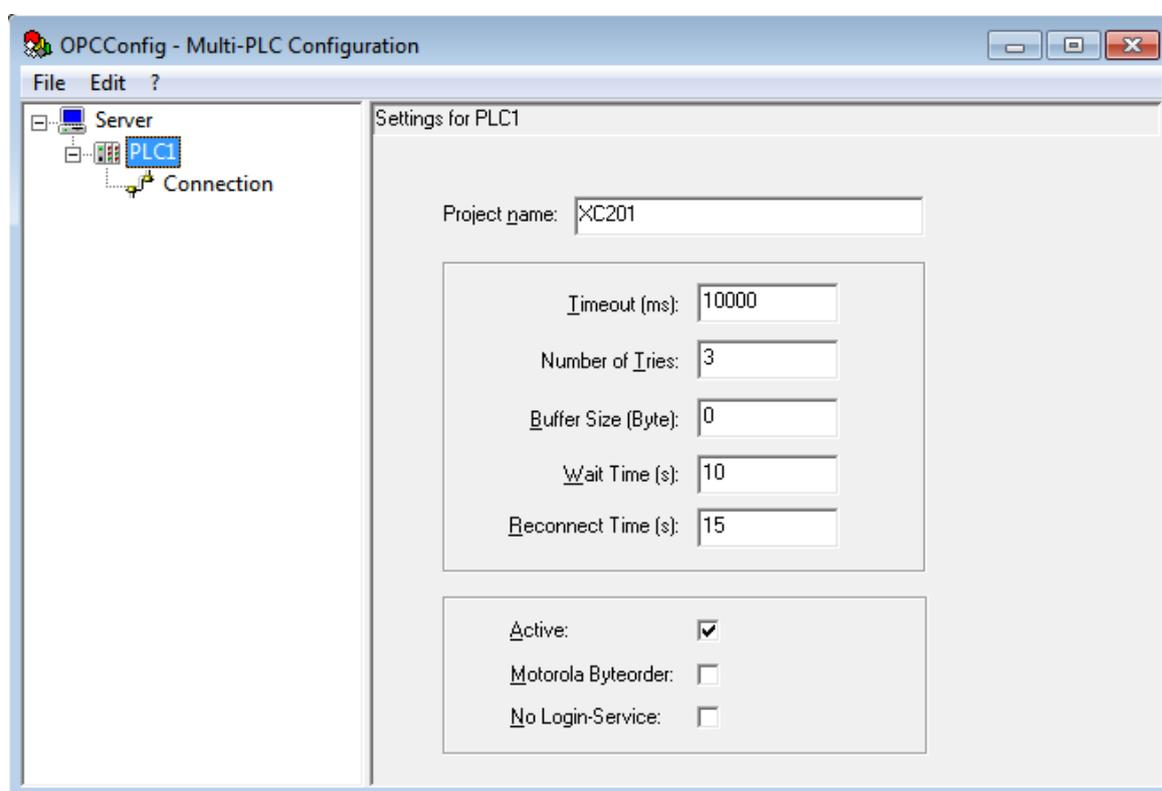

Рис. 96. Настройки контроллера
2. Задайте настройки контроллера (рис. 96).